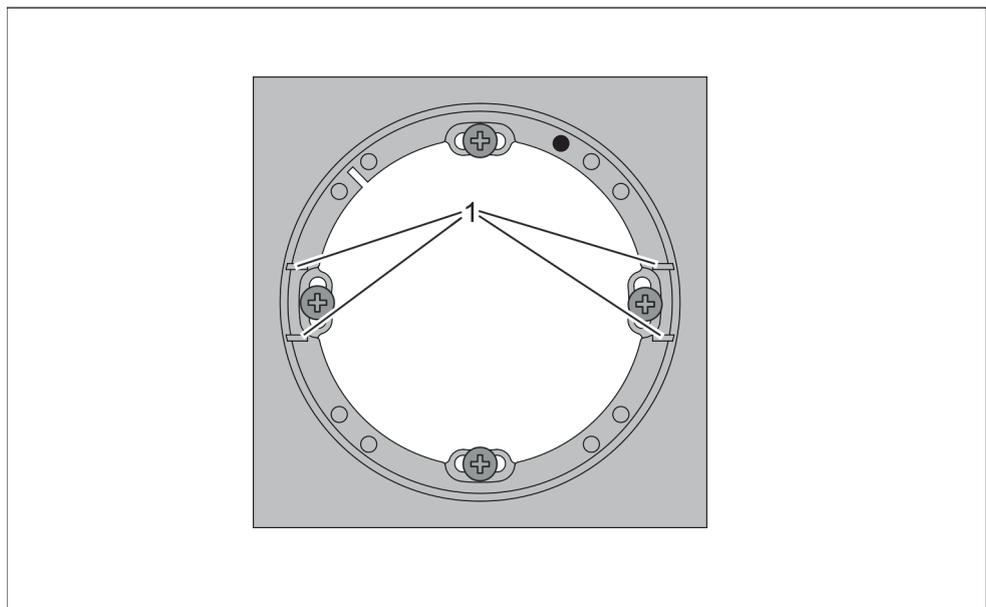

Abb. 9: Rahmen
2. Rahmen des WT 210 an der vorinstallierten Schalterdose anschrauben. Darauf achten, dass sich die schwarze Markierung oben rechts und die Halteschienen (Abb. 9/1) für den Leser rechts und links befinden.